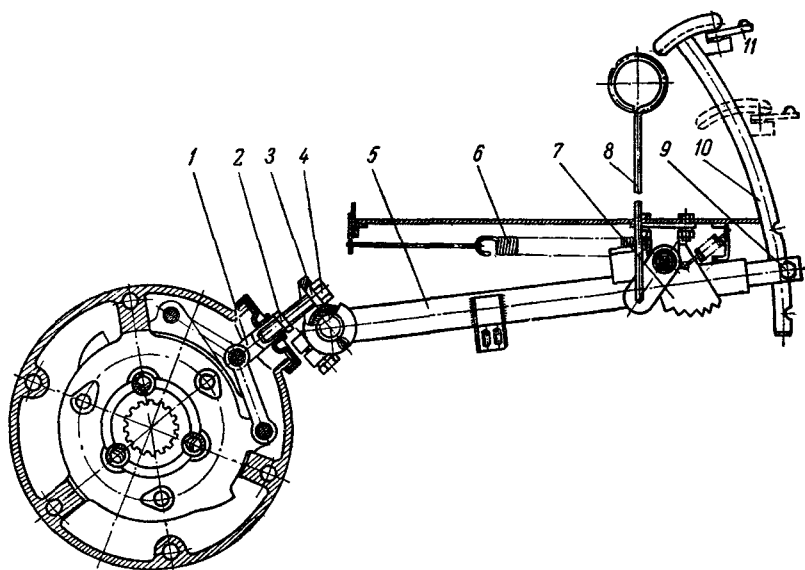

Рис. 48. Управление тормозами:
1. Отверните контргайки 2 (рис. 48) тормозных тяг 4.